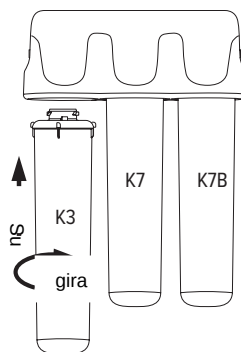

Fig. 5
- Inserire la nuova cartuccia nell'alloggiamento fino a battuta e, premendola leggermente, ruotarla in senso orario fino al clic (Fig. 5).
Prestare attenzione all'ordine di installazione delle cartucce. La disposizione delle cartucce nel sistema di depurazione è illustrata in fig. 5. Successivamente seguire le istruzioni riportate nella sezione "Dopo l'installazione e il collegamento dell'Erogatore".